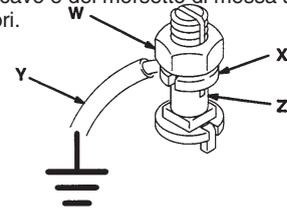

Fig. 1
1. Pompa ad aria compressa: utilizzare un cavo ed un morsetto di messa a terra. Ved. Fig. 1.
Allentare il controdamo del capocorda di messa a terra (W) e la rondella (X). Inserire un'estremità di un cavo di messa a terra di min. 1,5 mm2 (12ga) (Y) nella fessura del capocorda (Z) e serrare a fondo il controdamo. Ved. Fig. 1. Collegare l'altra estremità del cavo ad una messa a terra efficace. Per le modalità di ordinazione del cavo e del morsetto di messa a terra, ved. la sezione Accessori.